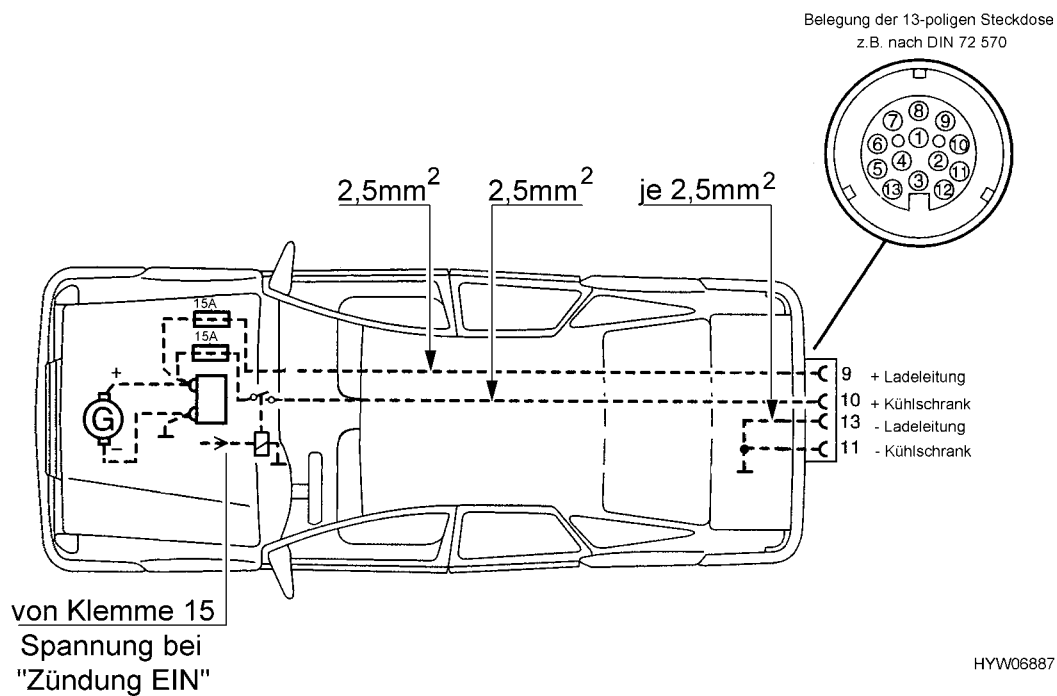

Bild 71 Zugwagen-Installationsplan
- Das Zugfahrzeug muß mit den entsprechenden Kabelquerschnitten nachgerüstet werden (siehe Bild 71).